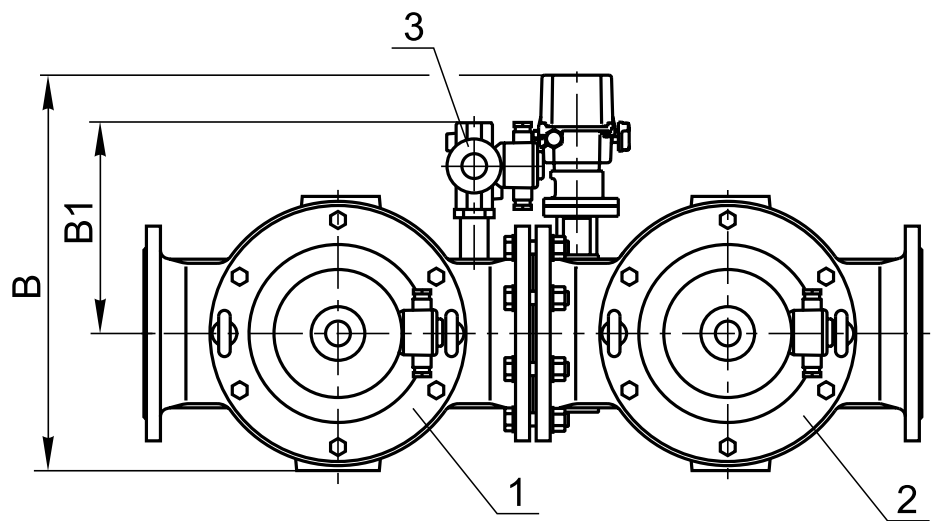

Рис. 23-23
Клапан свечи безопасности может располагаться справа по ходу газа (рис. 23-22) или слева (рис. 23-23).
** Для левого исполнения блоков (рис. 23-23).